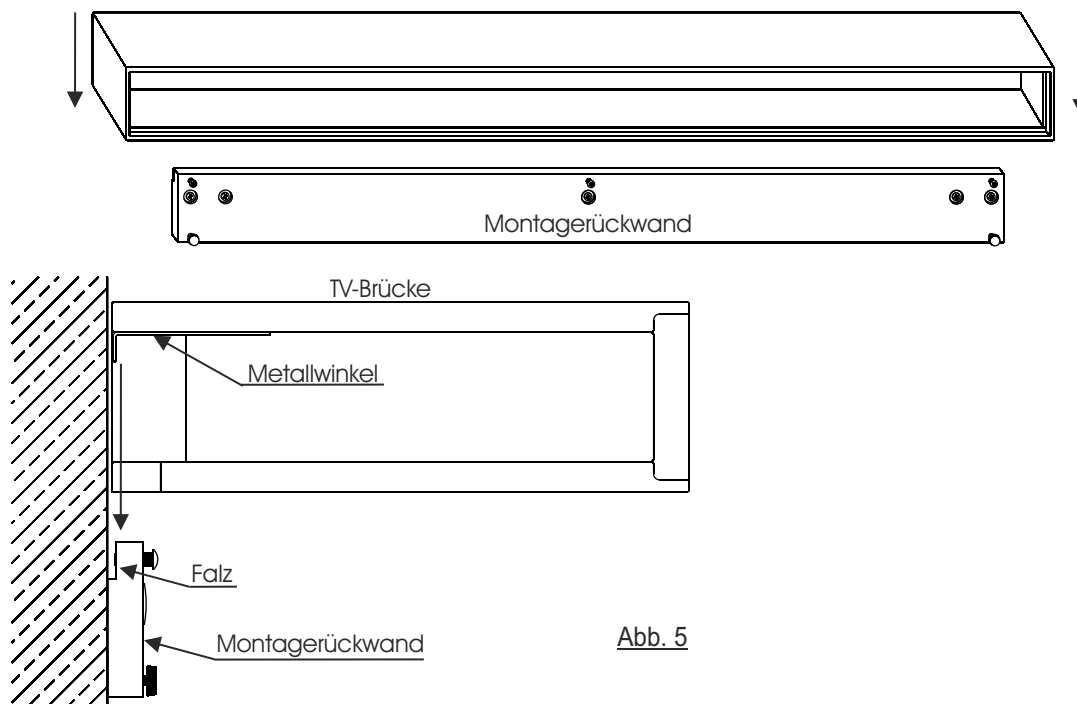

Abb. 5
9. Setzen Sie die Holzbrücke vorsichtig auf die Montagerückwand. Der Metallwinkel des Oberbodens der Brücke wird hierbei in die Falz der Montagerückwand hineingeführt. (Abb. 5)